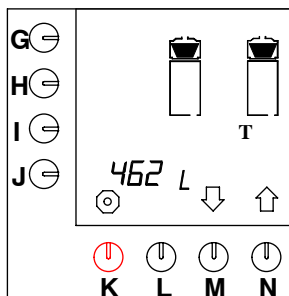

Fig. 28 Contador total del sistema de preparación de café
- El display muestra el contador total, vea fig.28 . El número total de litros de café preparados durante la vida de la máquina expuesto en el display.